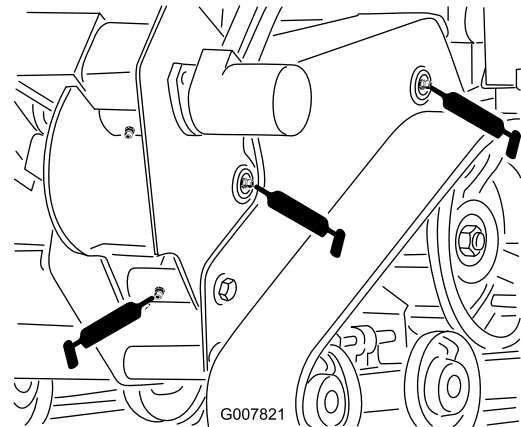
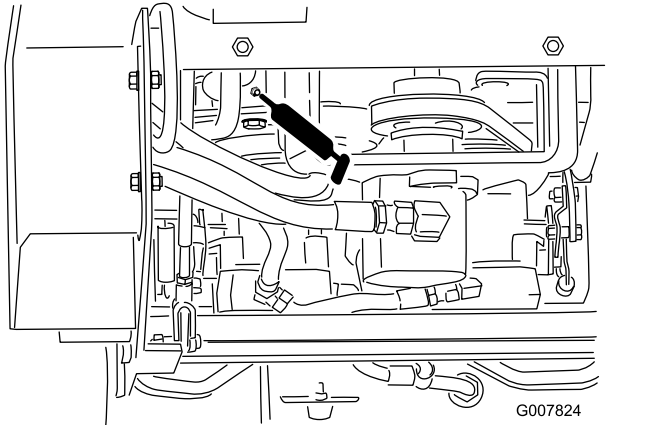

Figura 23
Figura 26
4. Conecte una pistola de engrasar a cada punto de engrase (Figura 23 a Figura 26).